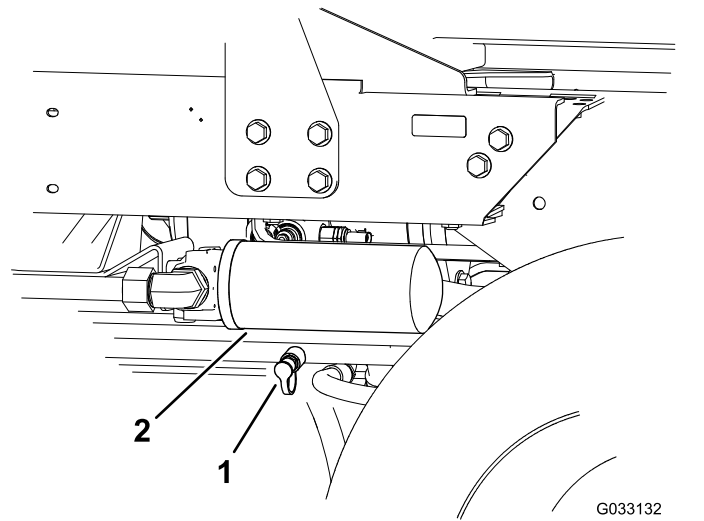

図 39
2. 後部走行マニホルドに取り付けた故障診断用フィッティングと後退走行油圧テストポートとを油圧ホースでつなぐ 図 39。